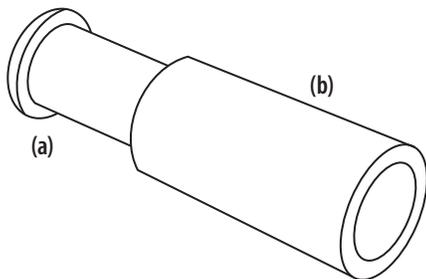

Figure 5-27
4. Enlevez le pré-filtre (a) de l'intérieur de l'élément en papier (b). Voir Figure 5-27.